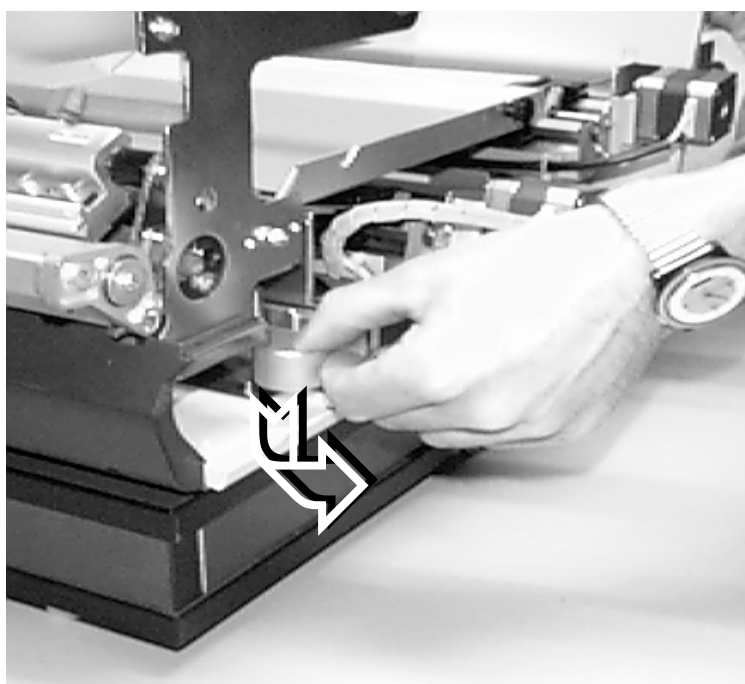

Abb. 4.2.2.a Untere Papierzuführung öffnen
5. Legen Sie das Papier in den unteren Traktor ein (siehe Abbildung 4.2.2.b).